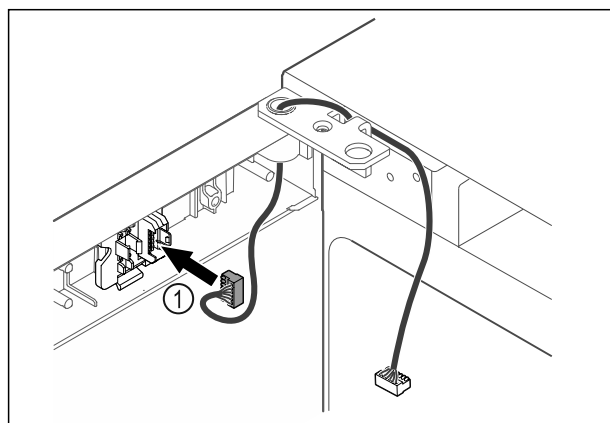

Fig. 46
- ▶ Įkiškite kištuką Fig. 46 (1) į kištuko laikiklį.